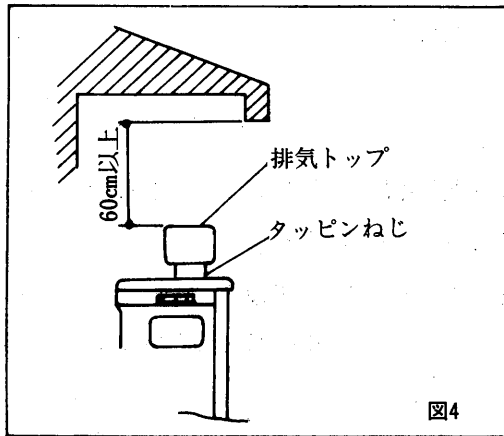

図4
付図4 加圧シスターンの組合せ及び配管上の注意
- (1) 専用の排気トップ〈HT-75-B〉をご使用ください。
- (2) 軒下などに据え付ける場合には、排気トップと軒との距離を60cm以上確保してください。〈図4〉